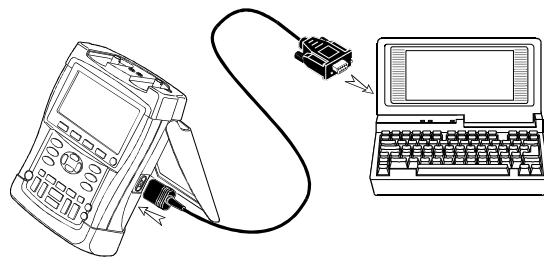

图 36. 连接串行打印机
- 光电隔离的 **RS-232** 适配器 / 电缆 (**PM9080**, 可选)，借以将 串行打印机连接到测试仪的 **OPTICAL PORT** 处。（参见图 36）。